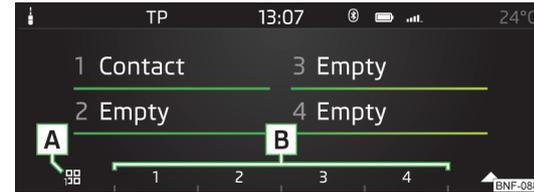

Abb. 112
- › Die Funktionstaste **[A]** » **Abb. 112** mehrmals nacheinander drücken, um die gewünschte Gruppe auszuwählen.
- › Zum Start des **Verbindungsaufbaus** die Funktionstaste des gewünschten Kontakts **[B]** » **Abb. 112** drücken.